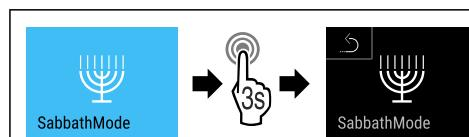

Fig. 13
- Выполните шаги действия (см. Fig. 13).